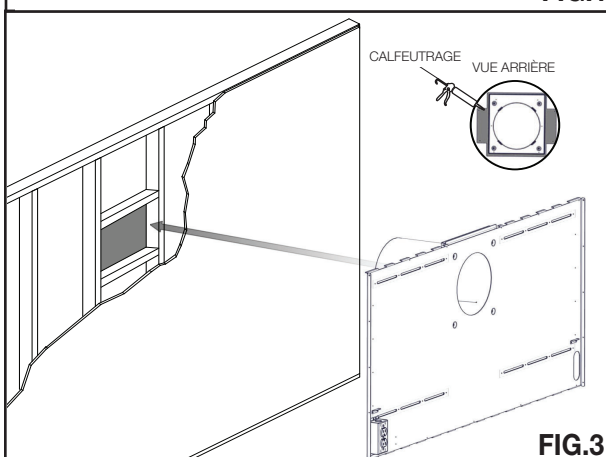

FIG.3
- G.** Appliquer un cordon de calfeutrage (non fourni) pour le périmètre de la bride et les ailes du plaque de coupe-feu. Installez l'assemblage de la plaque de montage avec le bouclier d'évent dans le mur. **(FIG. 3)**